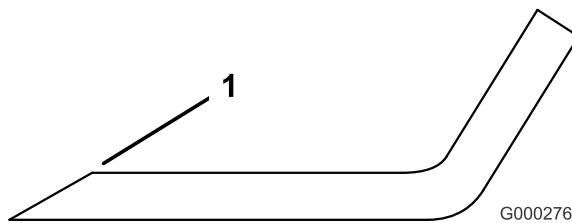

Figura 23
3. Inspeccione los filos de corte de todas las cuchillas. Afile los filos de corte si están romos o tienen mellas. Afíle únicamente la parte superior del filo y mantenga el ángulo de corte original para asegurar un filo correcto (Figura 23). La cuchilla permanecerá equilibrada si se retira la misma cantidad de metal de ambos filos de corte.